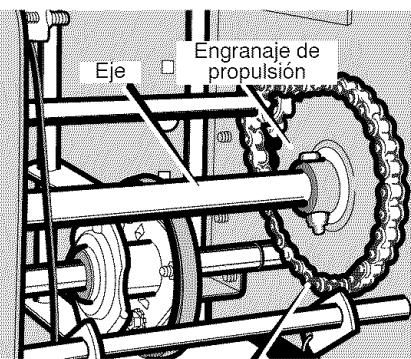

Figura 86
7. Quite los sujetadores que fijan el **engranaje de propulsión** al **eje** (Figura 86).
16. Instale la llanta izquierda, el **eje** y el **engranaje de propulsión** con los sujetadores que quitó antes. Instale la **cadena** en el **engranaje de propulsión** (Figura 86).